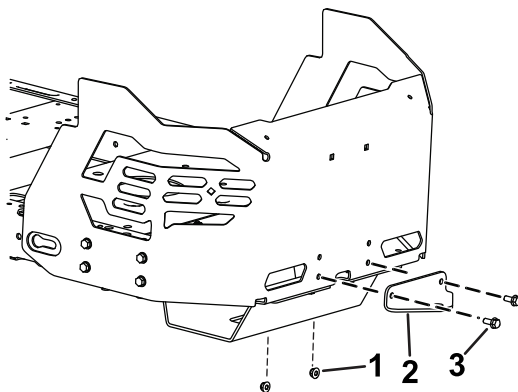

Figure 1
1. Retirez les 2 boulons, les 2 écrous et le support d'attelage existants au bas de la protection du moteur (Figure 1).